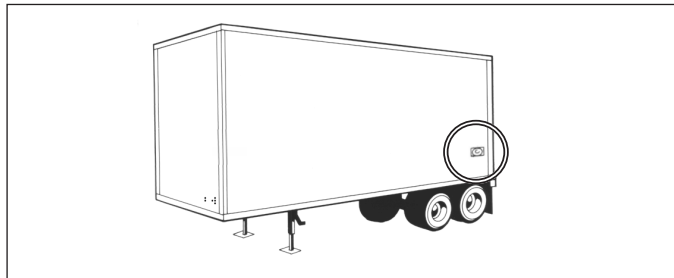

FIGURE 5 – VOYANT ABS MONTÉ SUR REMORQUE
- **Voyant ABS de la remorque** : Le voyant ABS de la remorque, commandé par le BCE, témoigne de l'état ABS; il s'allume lorsqu'il y a un code d'anomalie actif. Cf. Figure 5. S'il n'y a aucun code d'anomalie ABS, le voyant s'allume à la mise sous tension du BCE, de deux (2) à six (6) secondes max. (vérification de l'ampoule).